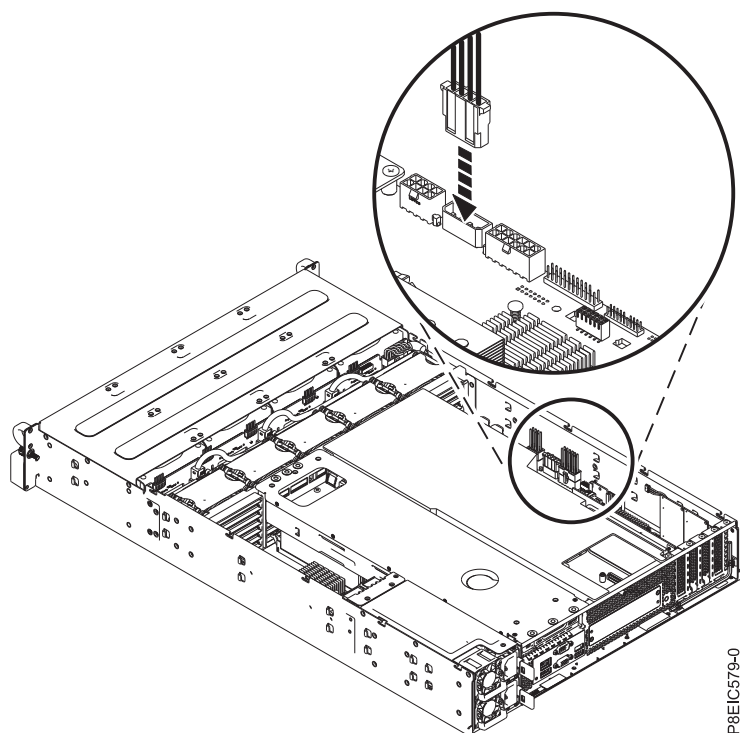

図 86. 内部ドライブ電源ケーブルの接続
19. システム・バックプレーンの内部ドライブ電源ケーブルを再取り付けします (図 86 を参照)。